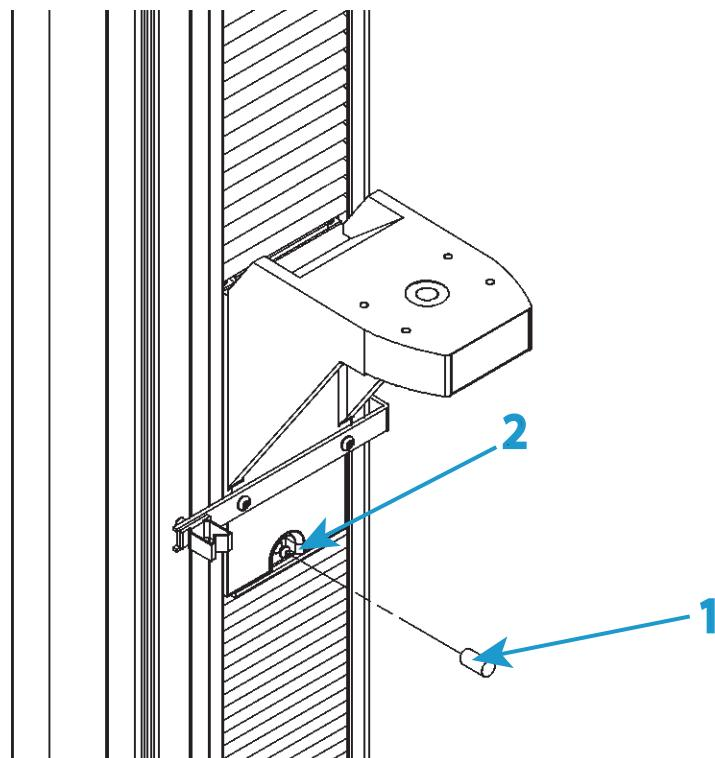
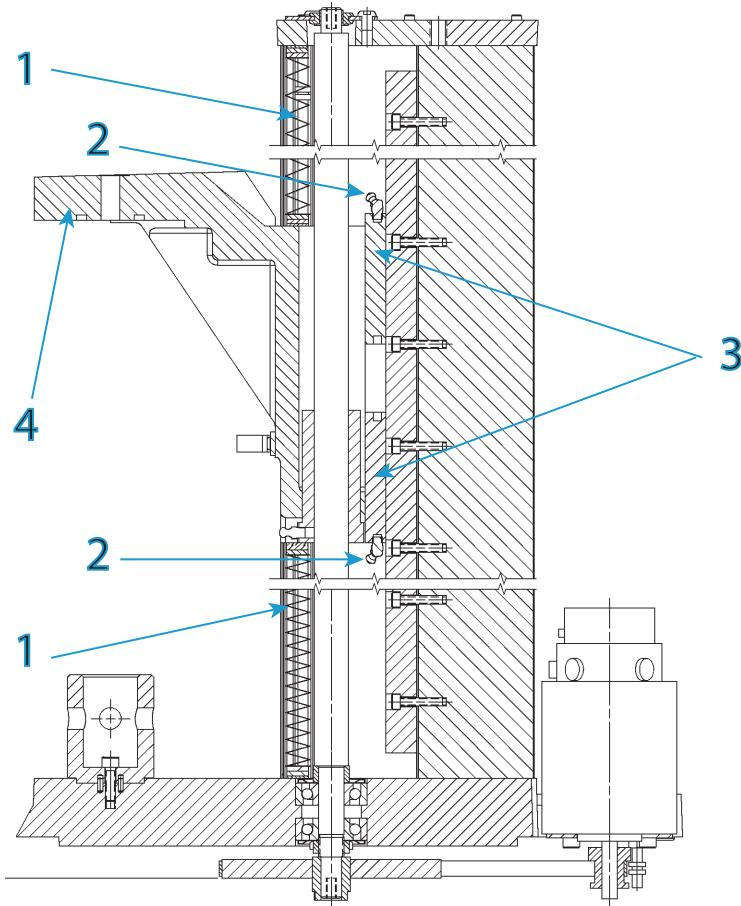

Abbildung 24. Schmierung der Muttern
Abbildung 25. Schmierung des Linearführungsschlittens
Dieses Verfahren bezieht sich auf Modell 34SC-5, siehe Abbildung 24 auf Seite 130 und Abbildung 25 auf Seite 131.
Legende für Abbildung 24
Legende für Abbildung 25
6. Lösen Sie die Kugelumlaufspindel-Abdeckungen von der Traverse und schieben Sie sie von der Traverse weg. Abbildung 25 auf Seite 131 zeigt den Schmiernippel an den beiden Schlitten.